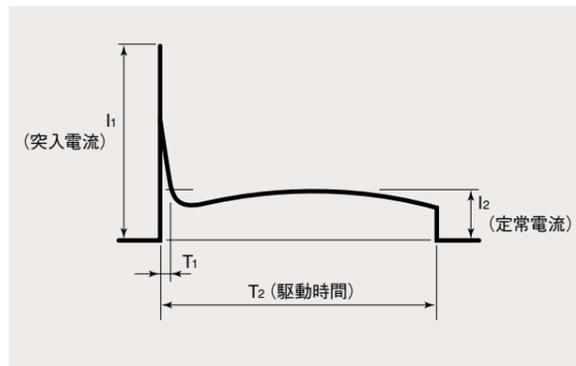

図57 電動機操作電流波形
<表10> 直流 (DC) 操作における電動機操作電流と通電時間 (図57参照)